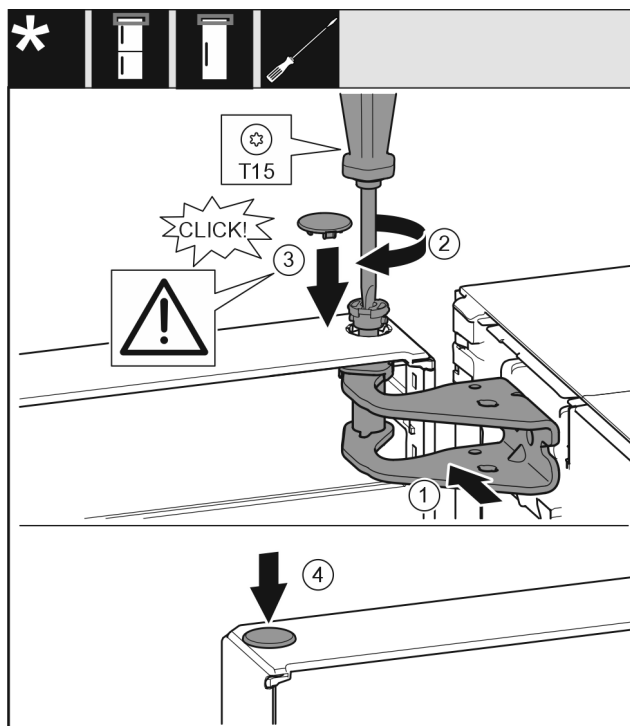

Fig. 27
- Vrata zgoraj poravnajte z odprtino v ležajnem podstavku Fig. 27 (1).
- Vstavite sornik Fig. 27 (2) in ga zategnite z izvijačem.
- Vstavite pokrov Fig. 27 (3).
- Preverite, ali pokrov Fig. 27 (3) pravilno leži na vratih.
- Vstavite pokrov Fig. 27 (4).